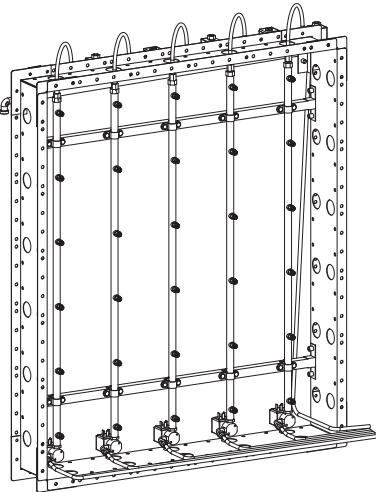

Рис. 3.b
- положения форсунок и пробок каждого коллектора (Рис. 3.b).